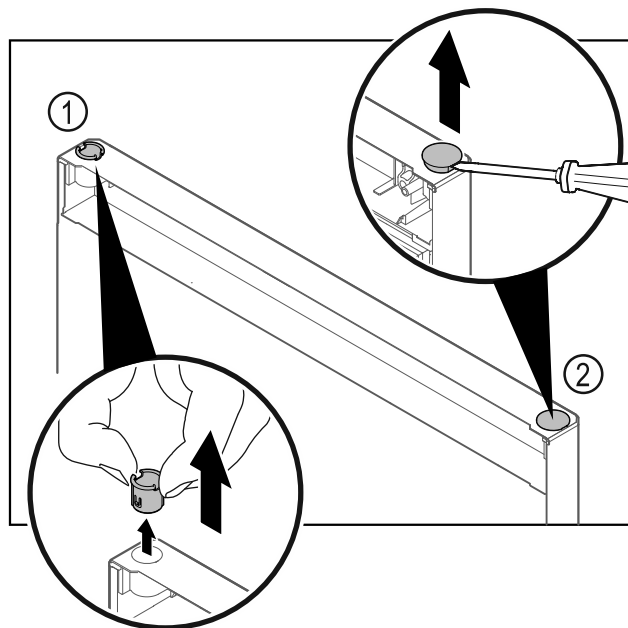

Fig. 24
- ▶ Húzza ki az ujjával a csuklópánt-perselyt Fig. 24 (1).
- ▶ A fedődugót Fig. 24 (2) egy lapos csavarhúzóval óvatosan emelje meg és húzza ki.